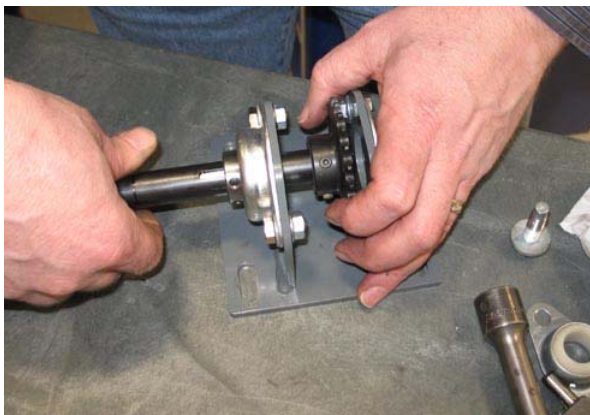

FIG. 40
2. Deslice el eje de dirección (1) hasta el conjunto de placa de soporte / el rodamiento con brida y el piñón de dirección. (Fig. 40)